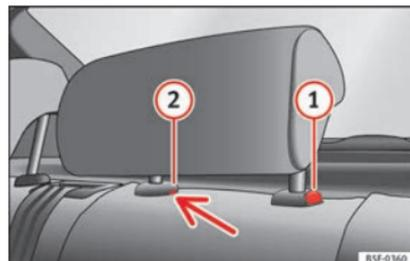

Abb. 146 Hintere Kopfstütze in der Mitte: Einstellungsstelle.
- Zum Einstellen der Kopfstütze auf eine niedrigere Höhe die Taste ① » Abb. 146 und diese nach unten schieben.
- Drücken Sie die Taste ① » Abb. 146, und gleichzeitig mit einem Schlitzschraubendreher (Breite max. 5 mm) in die Öffnung der Verriegelung ② » Abb. 146 und ziehen Sie die Kopfstütze heraus.